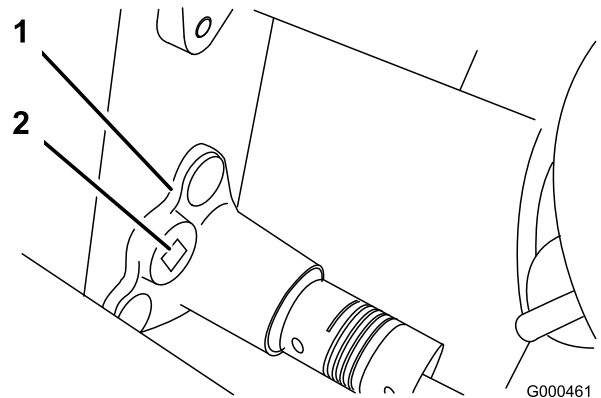

Figure 37
- B. À l'aide d'une clé dynamométrique de 3/8 pouce, tournez le logement de roulement avec un couple de 4 à 4,5 Nm pour obtenir la tension voulue (Figure 37).